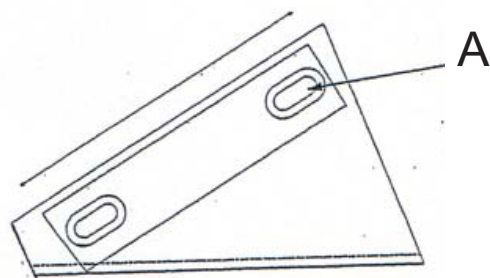

Fig. 5
3. Løsn skruerne A ved sideskraberen Fig. 5